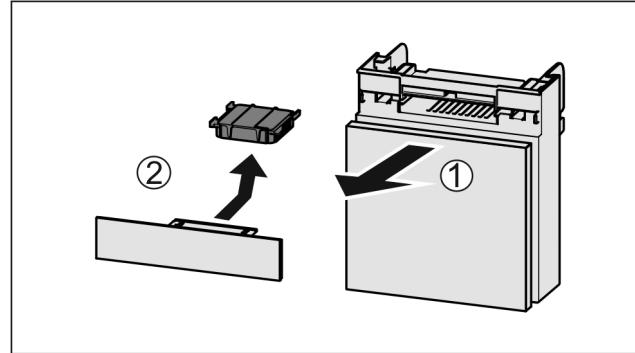

Fig. 108
- ▶ Extrageți Fig. 108 (1) compartimentul către înainte.
- ▶ Scoateți Fig. 108 (2) filtrul de cărbune activ.